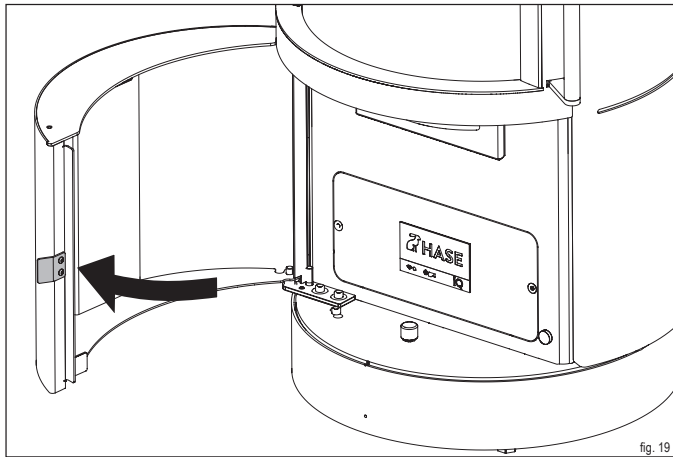

fig. 19
- ▶ **Aprire lo sportello di controllo (fig. 19).**